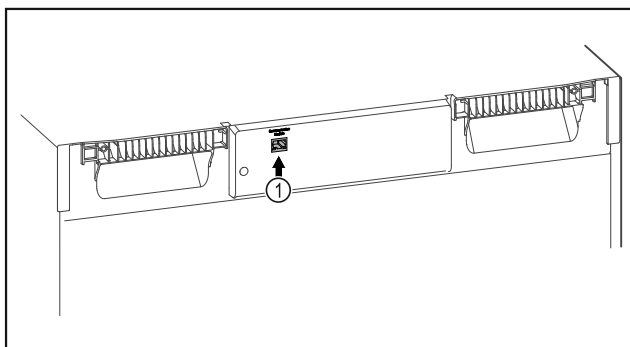

Fig. 136
- SmartModule Fig. 136 (1) er installert.